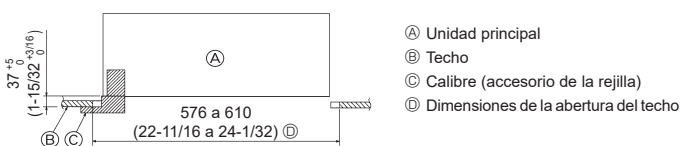

Fig. 2-6
- Si no puede alinear la unidad principal en el orificio de montaje del techo, se puede ajustar posteriormente gracias a la ranura de la placa de montaje. (Fig. 2-6)